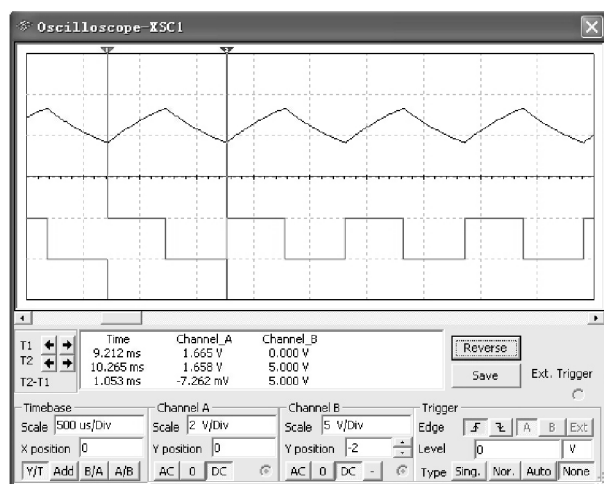

图 6-67 555 多谐振荡器的工作波形
(2) 单击仿真开关激活电路，双击示波器图标，打开示波器面板，即可观测图 6-67 所示的 555 多谐振荡器的工作波形。上面的为电容 C 充电波形，下面是输出波形。